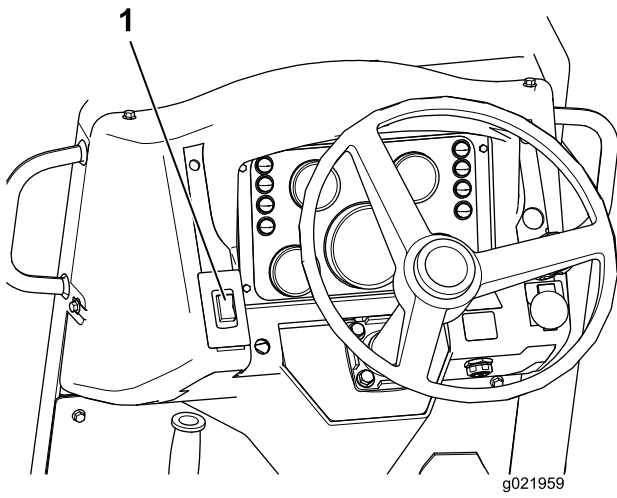

Bild 24
1. Drücken Sie den Feststellbremsschalter (Bild 24) nach hoch, um die Feststellbremse zu aktivieren.